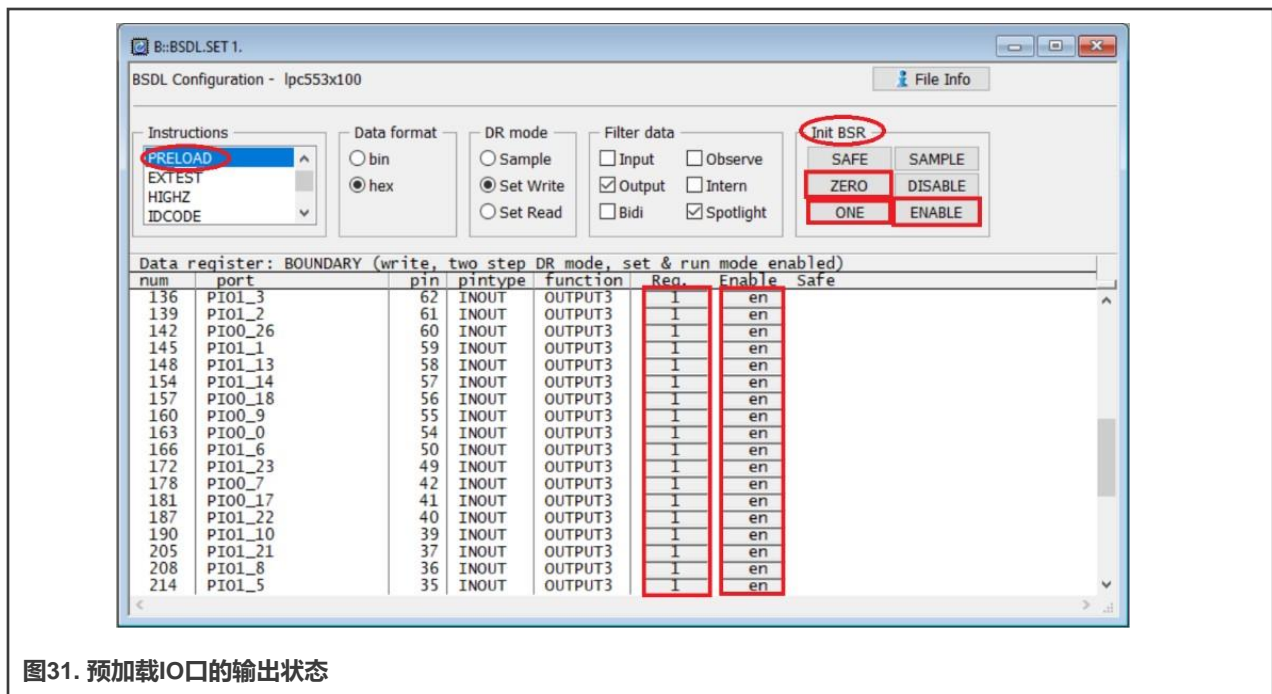

图31. 预加载IO口的输出状态
10. 将PRELOAD测试与EXTTEST测试结合使用。要使能所有IO引脚的驱动缓冲器并预设为1或0，请单击ONE或ZERO，然后单击Init BSR (初始化BSR) 信息栏中的ENABLE (使能)，如图31所示。